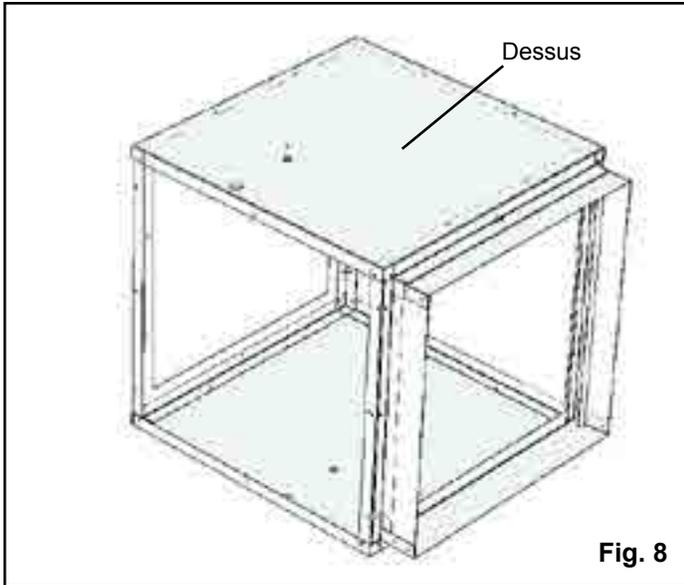

Fig. 8
- Le dessus de l'enceinte de filtre doit être placé comme illustré à la Fig. 8. Vous pouvez maintenant placer toutes les vis Tek sur le pourtour de l'enceinte de filtre.
**Remarque:** À l'exclusion des six (6) vis retenant le panneau d'accès au ventilateur.